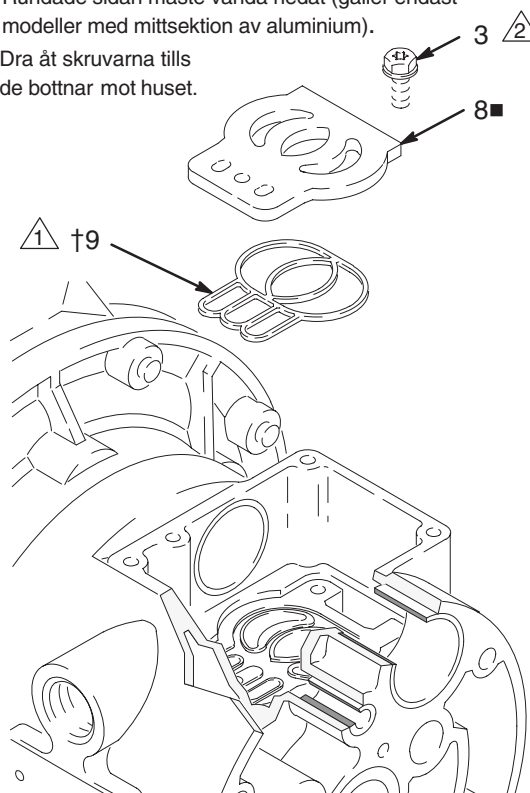

Fig. 11
5. Inspektera ventilplattan (8†■) där den sitter. Skruva loss de tre skruvarna (3) med en Torx-mejsel (T20) eller 7 mm hylsnyckel. Ta bort ventilplattan (8■) och på modeller med mittsektion av aluminium, packningen (9). Se Fig. 11.
2. På modeller med mittsektion av aluminium monteras ventilplattans tätning (9†) i spåret längst ner i ventilurtaget. Den rundade sidan på tätningen **måste vända ner** i spåret. Se Fig. 11.
3. Montera ventilplattan (8■) i urtaget. På modeller med mittsektion av aluminium är plattan symmetrisk så hur den vänds spelar ingen roll. Skruva i de tre skruvarna (3), med en Torx-mejsel (T20) eller 7 mm hylsnyckel. Dra åt tills skruvarna bottnar mot huset. Se Fig. 11.